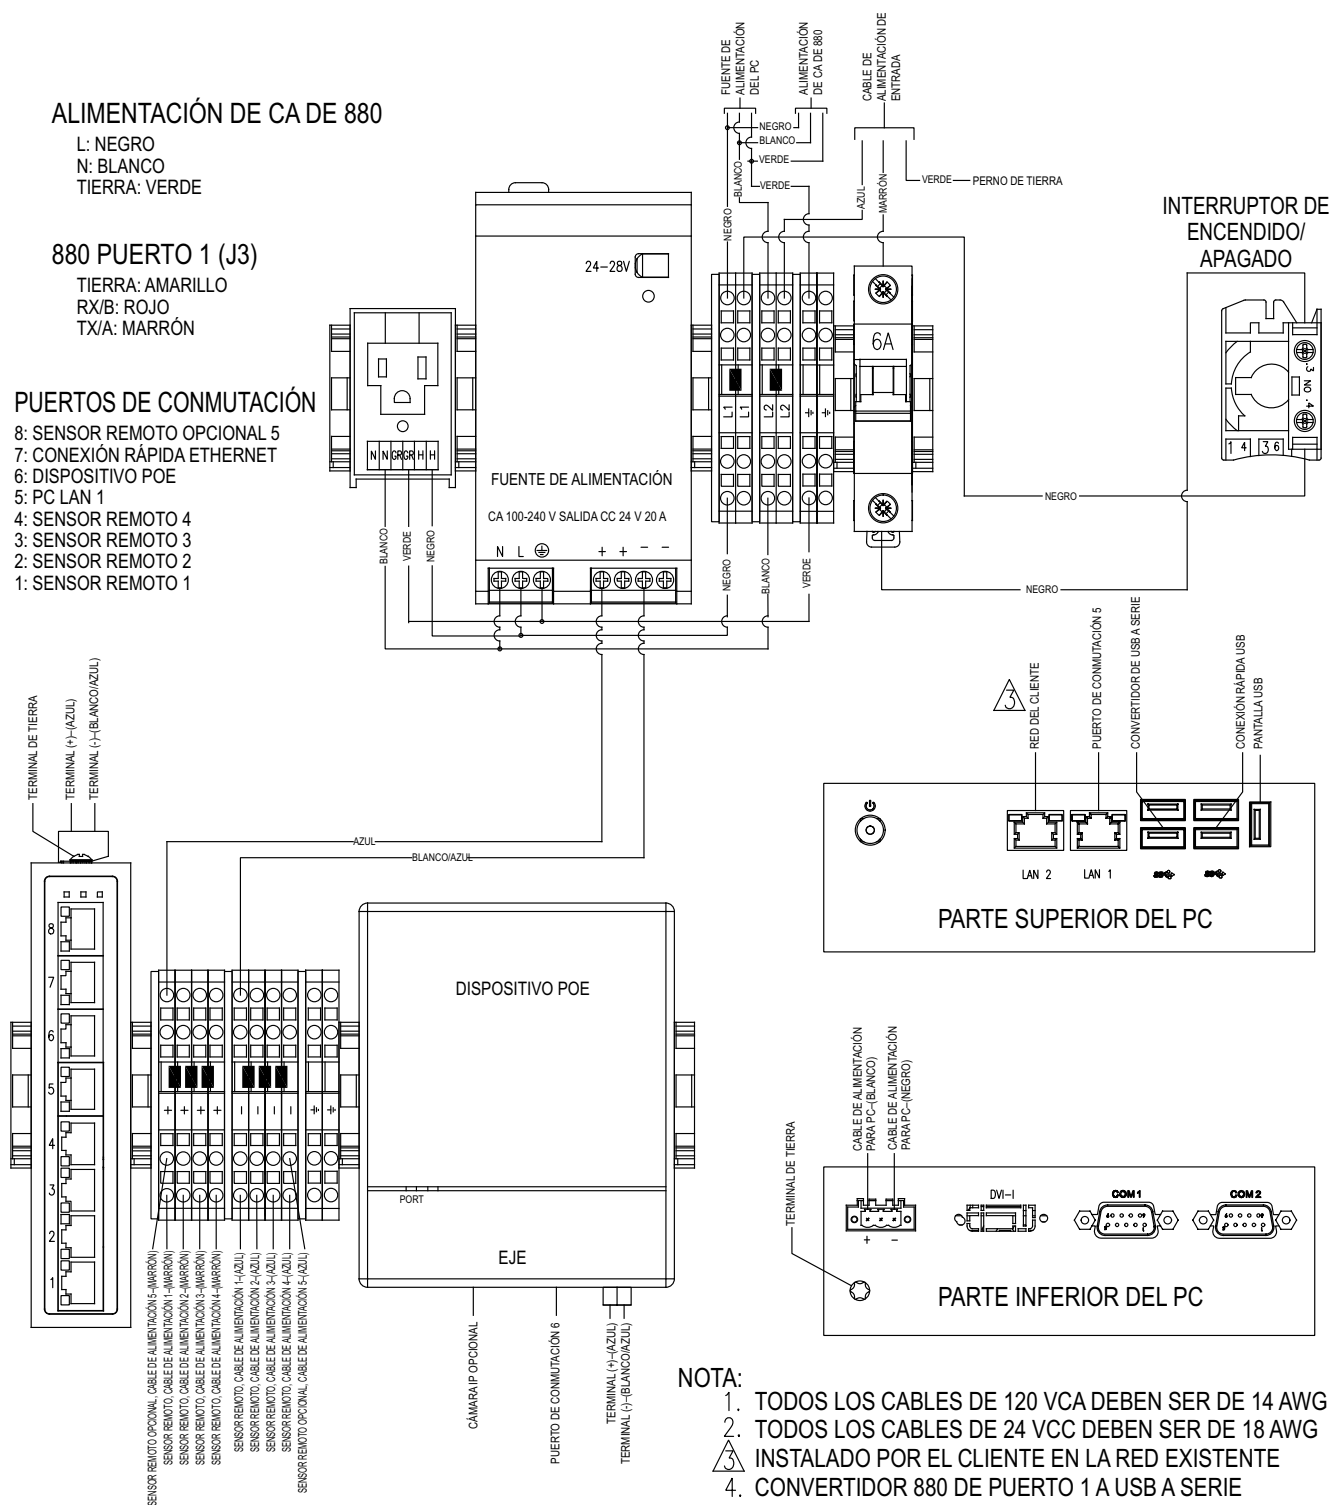
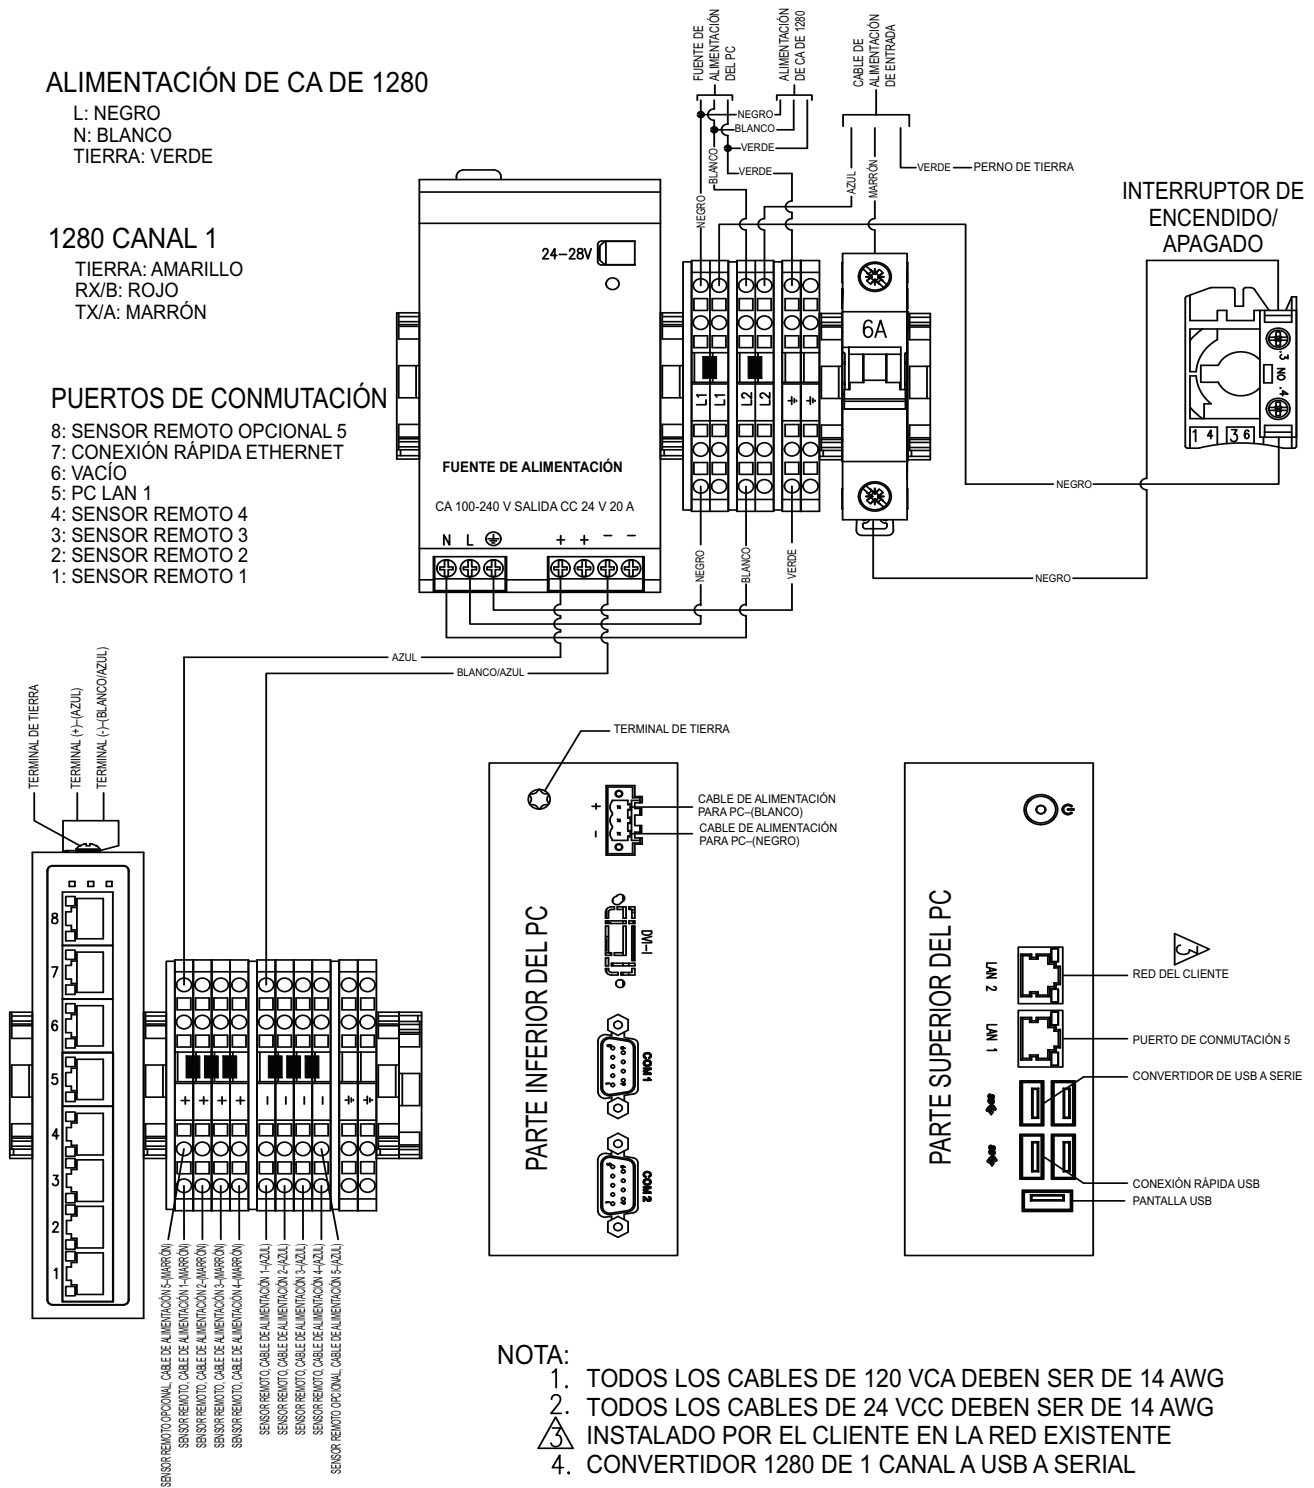

Figura 3-20. Diagrama de cableado 880
Figura 3-21. Diagrama de cableado 1280
8. Desmonte y conecte el cable "homerun" de la báscula SUMMIT 3000 al visor (Figura 3-20 para el visor 880 y Figura 3-21 en la página 28 para el visor 1280).